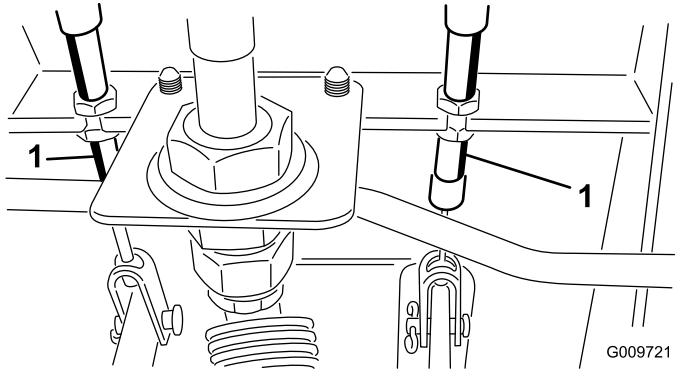

Bild 80
- A. Lockern Sie die vordere Mutter an der Gewindeseite des Bremszuges (Bild 80).